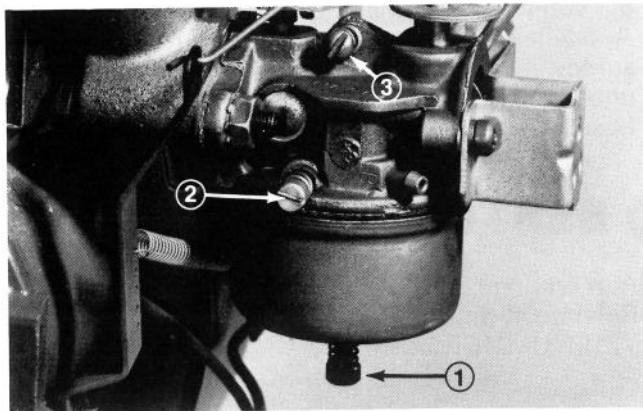

Abb. 40
2. Haupteinstellschraube (Abb. 40) — Die Schraube vorsichtig nach rechts drehen, bis leichter Widerstand spürbar wird. Dann die Schraube wieder um eine ganze Umdrehung (360°) nach links herausdrehen.
3. Leerlauflaufschraube (Abb. 40) — Die Schraube vorsichtig nach rechts hineindrehen, bis leichter Widerstand spürbar wird. Dann die Schraube wieder um 1-1/2 Umdrehungen nach links herausdrehen.
5. Die Haupteinstellschraube (Abb. 40) um jeweils 1/8 Gang nach rechts hineindrehen, bis der Motor infolge magerer Gemischeinstellung zu stottern beginnt. Dann die Schraube um jeweils 1/8 Gang nach links herausdrehen, bis der Motor infolge fetter Gemischeinstellung ungleichmäßig zu laufen beginnt. Nun die Haupteinstellschraube wieder bis zum mittleren Punkt zwischen fetter und magerer Einstellung nach rechts hineindrehen.
6. Die Drossel auf LANGSAM stellen und dann die Leerlaufeinstellschraube (Abb. 40) so einstellen, dass der Motor schnellen Leerlauf hat (1750 U/min).
7. Die Leerlaufluftschraube (Abb. 40) um jeweils 1/8 Gang nach rechts hineindrehen, bis der Motor
8. Die Leerlaufeinstellschraube (Abb. 40) wieder verdrehen, bis der Motor mit 1750 U/min im Leerlauf läuft.